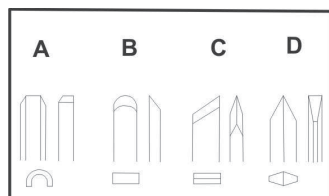

Рис. 3
7.3 Виды резцов (в комплект поставки не входит)(рис. 3):